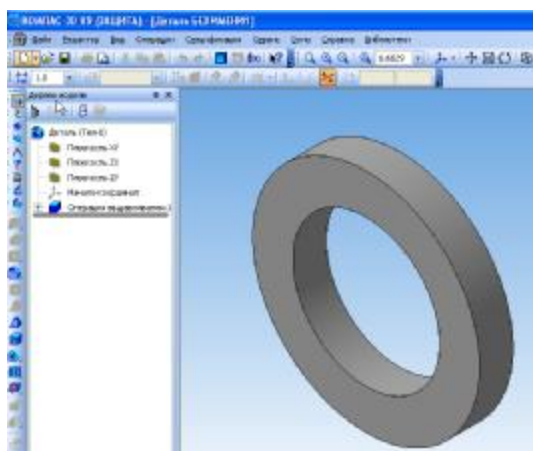

Рис. 7 Дерево построения на этапе создания базовой модели (основания) детали.
**Дерево построения** является графическим интерфейсом для управления процессом создания или редактирования деталей и узлов. В нем дается графическое упорядоченное представление составных частей с соответствующими пиктограммами. При создании детали в дереве построения отображаются (рис. 7): обозначение начала координат, плоскости, оси, эскизы, операции и указатель окончания построения модели (двойная линия). Эскиз, задействованный в любой операции, размещается на «ветви» дерева построения, соответствующей операции.